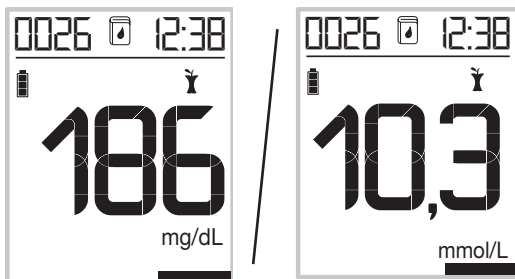
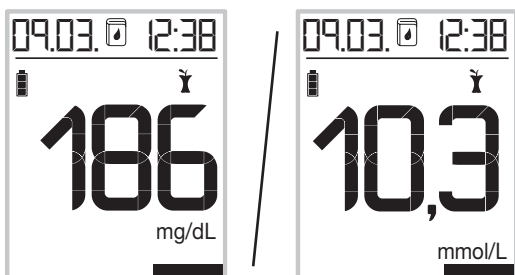

Figure 1
Figure 2
**2** La valeur mesurée enregistrée s'affiche brièvement, avec l'unité de mesure, l'heure,  et éventuellement un marquage programmé de valeur mesurée, en même temps que le numéro de mémoire (Fig. 1). Le numéro de mémoire est alors remplacé par la date (Fig. 2).